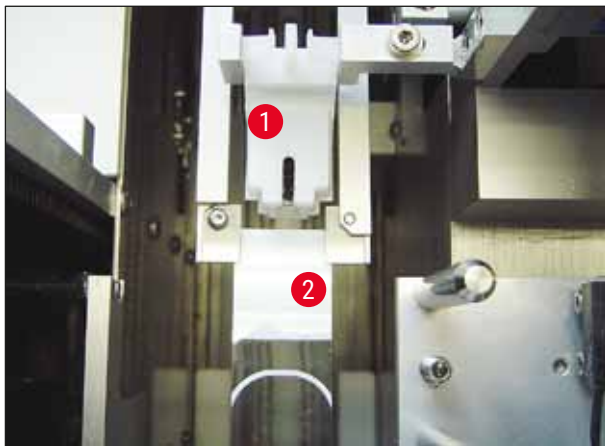

Fig. 24
1. Til slutt må du kontrollere at griperen (→ Fig. 24-1) ikke kolliderer med dysevaskeren (→ Fig. 24) under bevegelse eller bevegelsen til det transporterte objektglasset (→ Fig. 24-2).